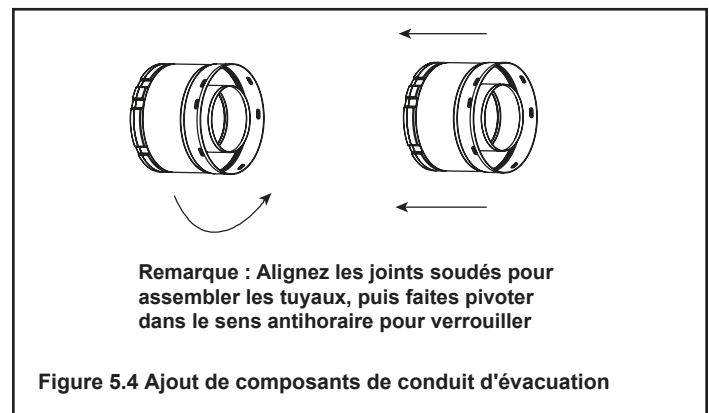

Figure 5.4 Ajout de composants de conduit d'évacuation
3. Les extrémités femelles des conduits de fumée directs et des coudes glissent tout droit sur les extrémités mâles ; pour ce faire, faites correspondre les dentelures des conduits et faites-les glisser dans les rainures d'entrée des extrémités mâles (voir **figure 5.4**). Alignez le cordon du conduit et le cordon du collier pour permettre l'engagement. Faites tourner le composant de conduit d'évacuation pour le verrouiller en place. Utilisez cette procédure pour tous les composants de conduit d'évacuation. Voir la figure 10.5. Continuer à ajouter les composants du conduit, en les verrouillant successivement. S'assurer que chaque composant du conduit est fixé et verrouillé au composant précédent.